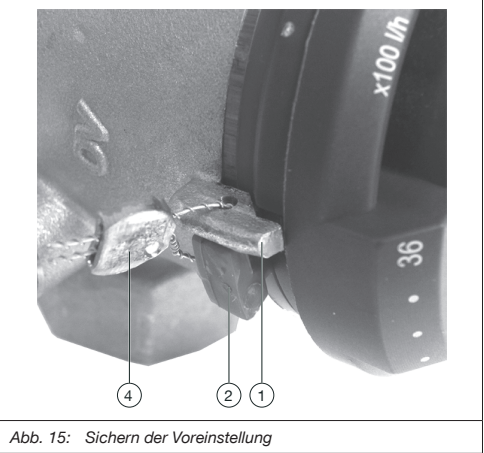

Abb. 15: Sichern der Voreinstellung
- Blockierring (2) entfernen.
- Handrad (3) drücken und drehen, bis die Sollwert-Markierung (1) auf den gewünschten Durchflusswert zeigt (Handrad schnappt danach in Verzahnung zurück).
- Blockierring (2) wieder einsetzen.
i	Optional kann der Blockierring (2) mit dem Plombiersatz (4) (Zubehör, Art.-Nr. 1089091) an der Sollwert-Markierung (1) plombiert werden (siehe Abb. 15).